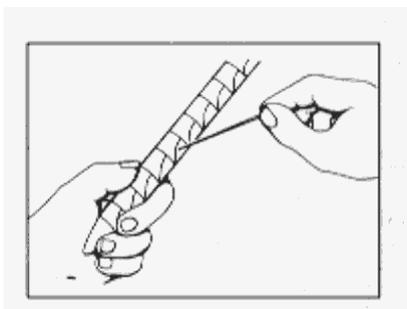

Figura 4 -
8. Con la parte spezzata del filo, praticare alcuni fori nel foglio di carta di alluminio che copre le prese d'aria dei seguenti scomparti: saccarosio/indolo, xilosio, glucosio in aerobiosi (Aer-Gluc), maltosio, mannitolo, fenilalanina, urea e citrato (**Figura 4**). Richiudere con entrambi i coperchi.